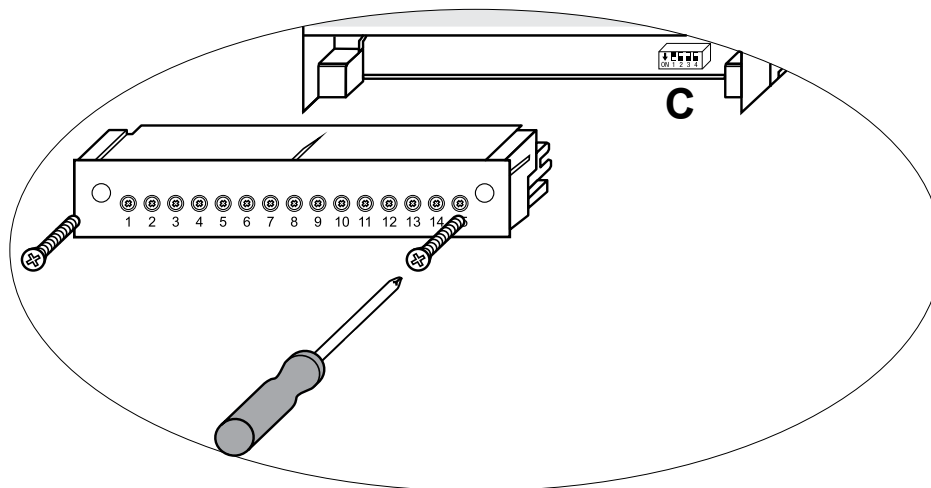

Рис. 47
- Отвинтите левый и правый крепежные винты (рис. 47).